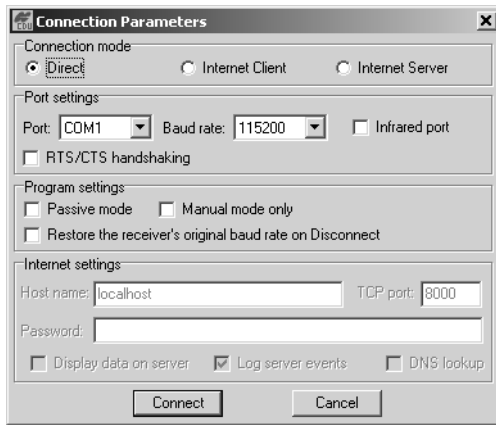

Figura 2-10. Parámetros de Conexión del Bluetooth y de RS232
- En lo que respecta a las conexiones Bluetooth o RS232 (Figura 2-10 en la página 2-17):